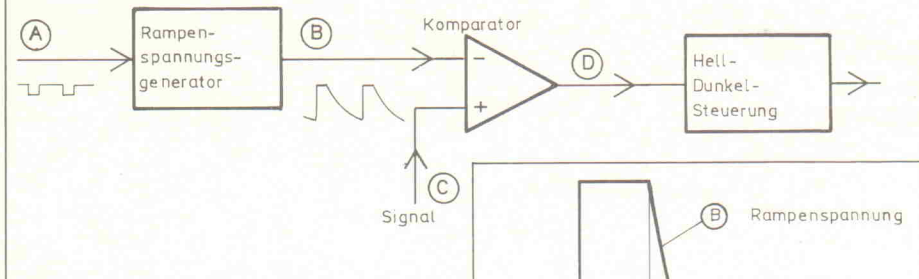
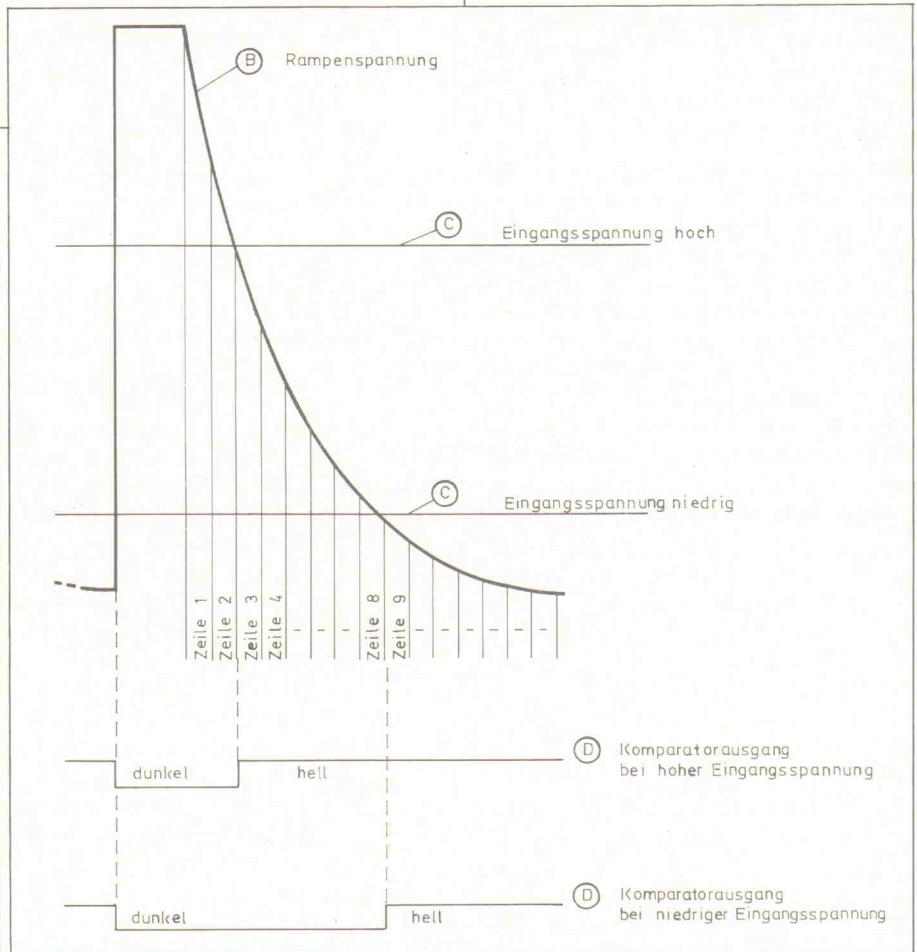

Bild 6. Mit dem Rasterwechselimpuls (A) wird eine exponentielle Sägezahnspannung (B) synchronisiert.
Bild 7. Ein Ausschnitt aus dem Sägezahnspannungsverlauf zeigt den Spannungsabfall von Zeile zu Zeile.
Ein solches Verhalten kann mit einem Rampengenerator realisiert werden (Bild 6). Getriggert von Rasterwechselimpuls (A), erzeugt die Schaltung eine exponentiell abfallende Sägezahnspannung (B). Bild 7 zeigt einen nicht maßstabgerechten Ausschnitt aus diesem Spannungsverlauf. Man sieht, daß von Zeile zu Zeile die Spannung abfällt. Diese Rampenspannung liegt am invertierenden Eingang eines Komparators (Bild 6). An seinem nichtinvertierenden Eingang steht der Spannungspegel des abzubildenden Signals (C).
Aus Bild 7 geht hervor, daß dieser Umschaltvorgang bei hohen Eingangsspegeln bei einer niedrigen Zeilenzahl stattfindet, bei einer niedrigen Eingangsspannung dagegen erst zu einem späteren Zeitpunkt, also bei einer höheren Zeilenzahl.